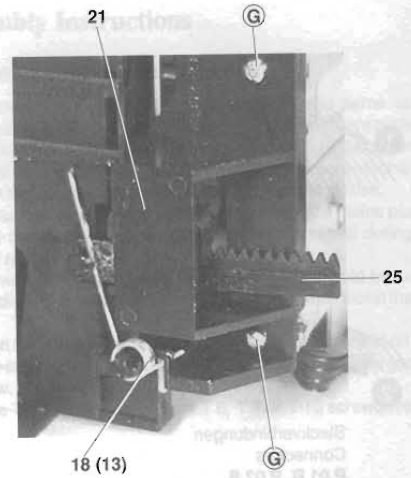

Fig. 7
- Achten Sie dabei auf die Zahnstangen 25 und die Cassetteneckklappen-Federn 13 und 18 (Fig. 7).**
- Take care of the toothed racks 25 and the springs 13 and 18 of the cassette compartment lid (Fig. 7).**
- Achten Sie auf die Zahnstangen 25 und die Cassettenfachklappen-Federn 13, 18 (Fig. 7).
- Take care of the toothed racks 25 and the springs 13, 18 of the cassette compartment lid (Fig. 7).